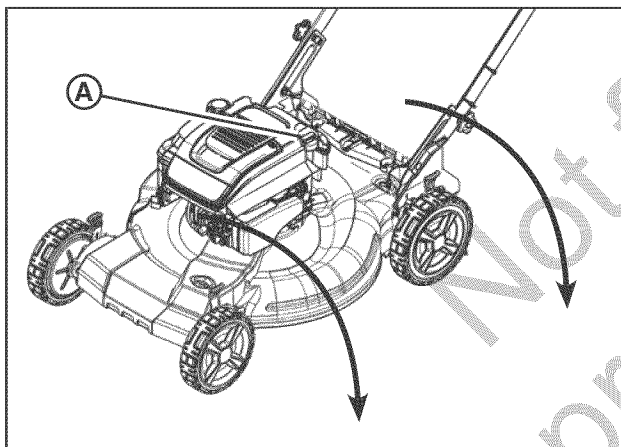

Figure 14 : Vidange de l'huile moteur
2. Enlever la jauge d'huile (A, Figure 14), puis basculer la tondeuse sur son côté. Permettre à l'huile de se vider du tube de remplissage d'huile dans un récipient approprié. Jeter l'huile usée de façon appropriée.